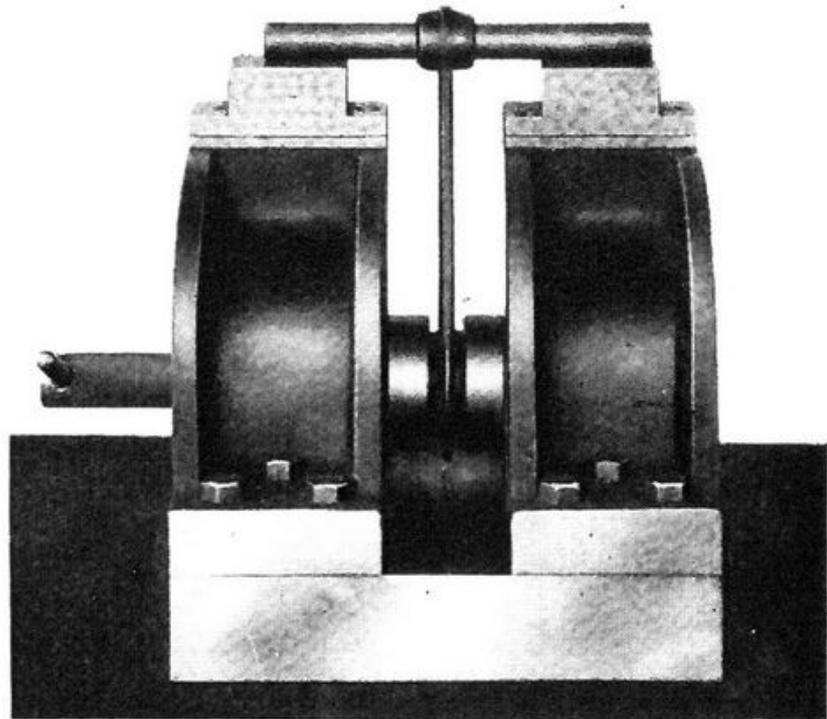
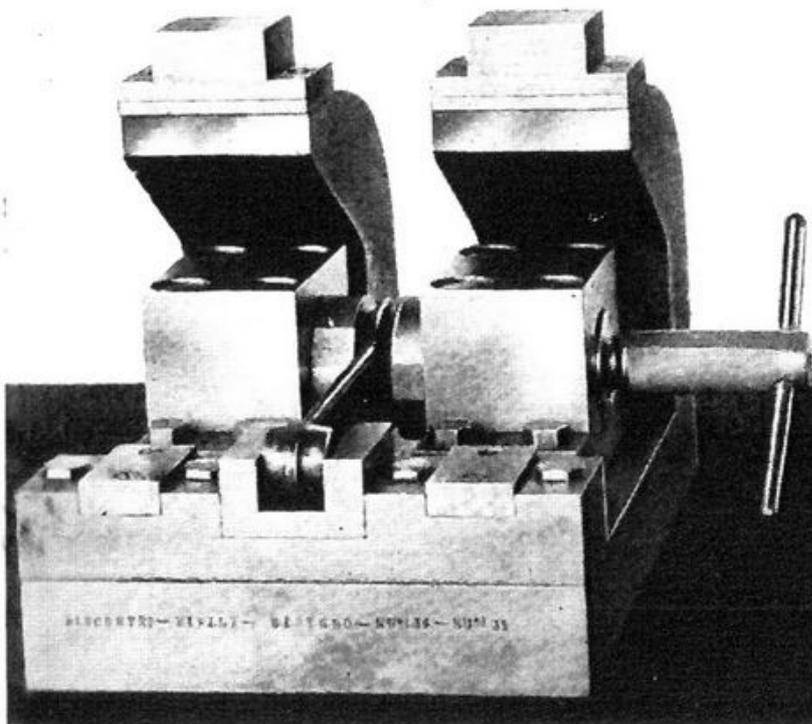

Fig. 33
Fig. 34
N. 1. Controllare il parallelismo di testa e piede con l'apposito apparecchio (**fig. 33**), che serve anche per verificare se la biella è diritta (**fig. 34**).